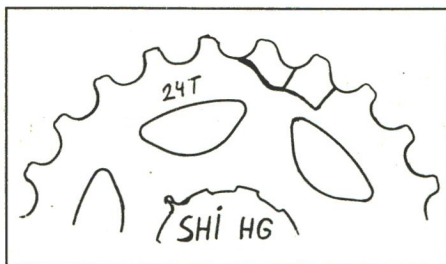

Abb. 2
re brachte Shimano das Hyperglide (HG)-System auf den Markt, die Ritzel waren nicht mehr beliebig kombinierbar und im Ritzelpaket gab es feste Schaltgassen, nur dort konnte die Weiche zum Schalten gestellt werden (Bild 2). Zu dieser Zeit wurden auch
Beispiel bei den Hyperglider Ritzeln von Shimano der Fall (vgl. Bild 2). Da ist es dann oft auch nicht verwunderlich, daß die Ritzel manchmal schneller verschlissen sind als die Kette, speziell dann, wenn zum Beispiel der Zahngrund durch Verschmutzungen des Ritzelpaketes nahezu blockiert ist. Niedrige Zähne sind jedoch eine billige und einfache Methode, die Schaltwilligkeit zu verbessern, die Kette braucht beim Wechsel nicht zu hoch zu steigen. Löblich ist daher, daß Sachs mit dem 1994 eingeführten neuen „Power Glide“-System (Bild 7) einen anderen Weg gegangen